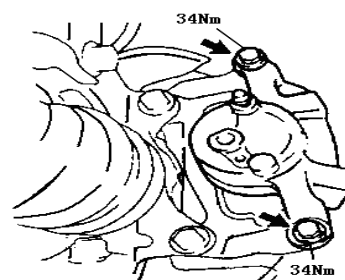

图 3-21
(1) 用2个螺栓安装前盘式制动分泵，如图3-21所示。拧紧力矩： $34\text{N} \cdot \text{m}$ 。